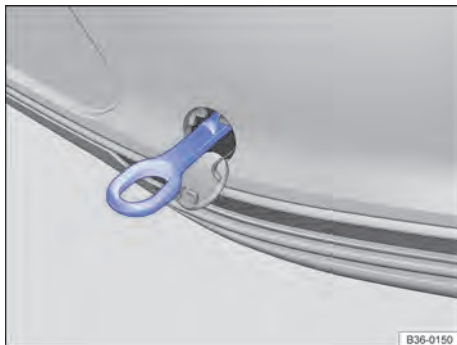

Fig. 250 No para-choque traseiro à direita: argola de reboque rosqueada.
- Rosquear a argola de reboque tão firme quanto possível **no sentido anti-horário** no alojamento → Fig. 250 → ④. Utilizar um objeto apropriado com o qual a argola de reboque possa ser rosqueada totalmente e com firmeza no alojamento.